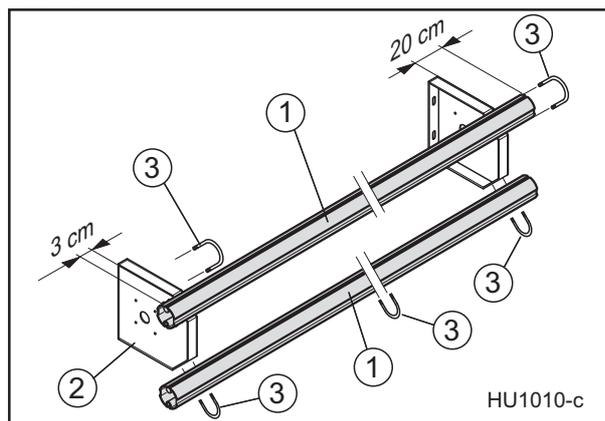

Abb. 14
- Befestigung des oberen Aluminium-Nutrohres (1) an den Winkeln der Lagerkonsolen (2) mit Hilfe von U-Bügel-schrauben (3) und Muttern (siehe Abb. 14). Dabei die Rohre an der Antriebsseite ca. 20 cm und an der gegenüberliegenden Seite ca. 3 cm überstehen lassen. Die U-Bügel werden durch die Ballenverkleidung in die Bohrungen eingeführt und verschraubt.